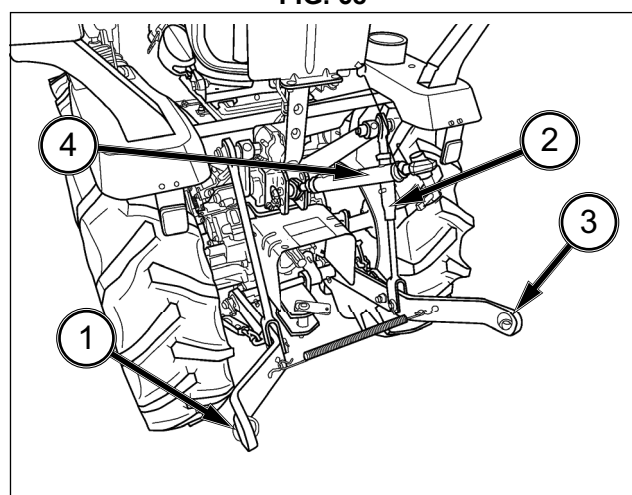

FIG. 69
FIG. 69 : Faites glisser l'extrémité sphérique du bras inférieur gauche (1) sur la goupille de l'équipement et fixez avec une cheville. Ajustez la hauteur du bras inférieur droit à l'aide du tendeur (2). Attachez et fixez le bras inférieur droit (3) sur l'équipement avec une cheville. Attachez le bras supérieur (4) en haut du bâti d'attelage de l'équipement en utilisant la goupille fournie avec le tracteur. Faites tourner le manchon central du bras supérieur pour l'allonger ou le raccourcir et régler le niveau de l'équipement de l'avant vers l'arrière. Une fois l'équipement attaché, vous pouvez régler sa hauteur de fonctionnement en utilisant les tendeurs des tiges de levage et des bras supérieurs. Contrôlez que tous les réglages sont bien serrés ou fixés.